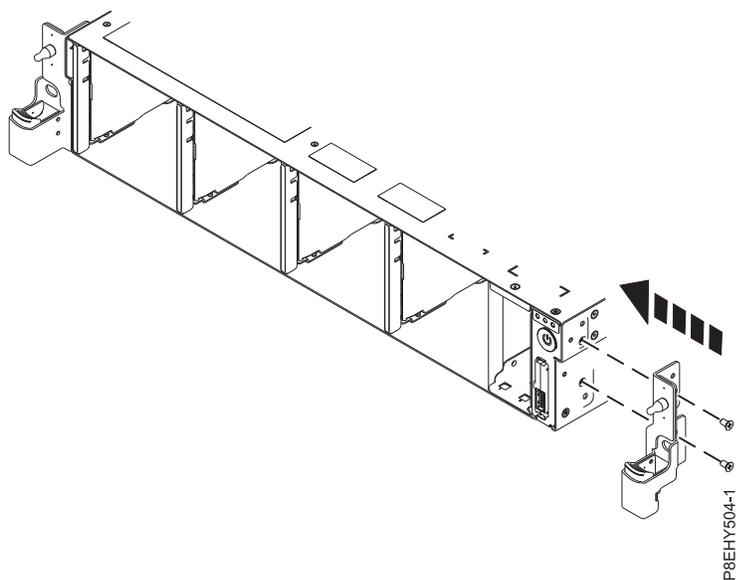

Figure 28. Remise en place du support d'installation en armoire
7. Remettez en place le support d'installation en armoire sur le côté du système. Voir figure 28.